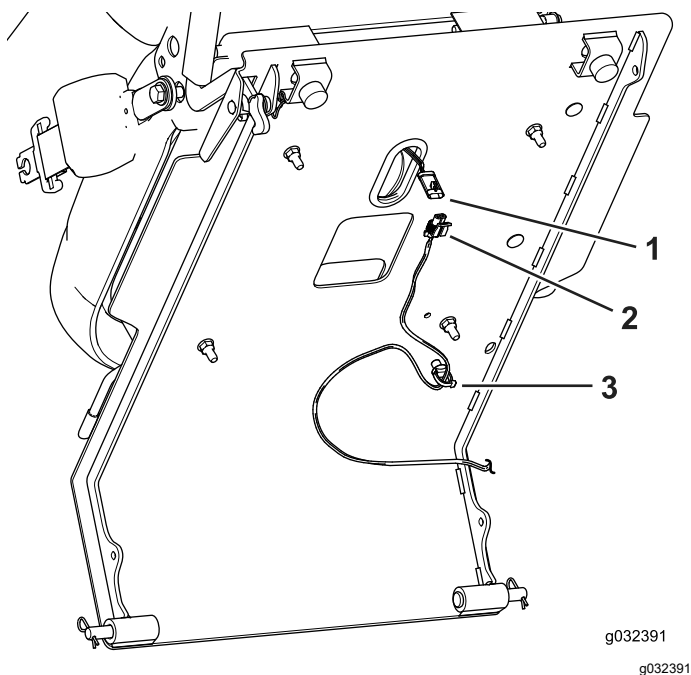

Figure 5
2. Débranchez le contacteur de siège, situé au bas de la plate-forme du siège, du faisceau de câblage (Figure 5).
3. Détachez le serre-câble au fond de la plate-forme du siège (**Figure 5**).